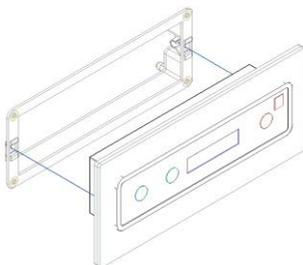

Figura 25 – Instalação do display fora do equipamento
5. Com todo o suporte fixo à parede, pode-se colocar o display no aro de acabamento, fixando o display pela frente e a caixa pela traseira. Temos de ter ligado os dois fios do display e deve-se ter em conta o seu comprimento este deve ser o suficiente para o poder remover sem criar qualquer problema ou tensão ou interferência do cabo. Finalmente, deve-se colocar o aro com o display encaixando os pernos nas molas de fixação como mostra a figura 25.